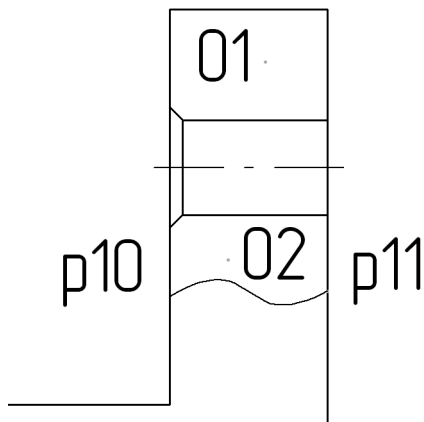

Рис. 51.36. Указание областей штриховки
9. Последовательно щелкните внутри областей *01* и *02* (рис. 51.36).